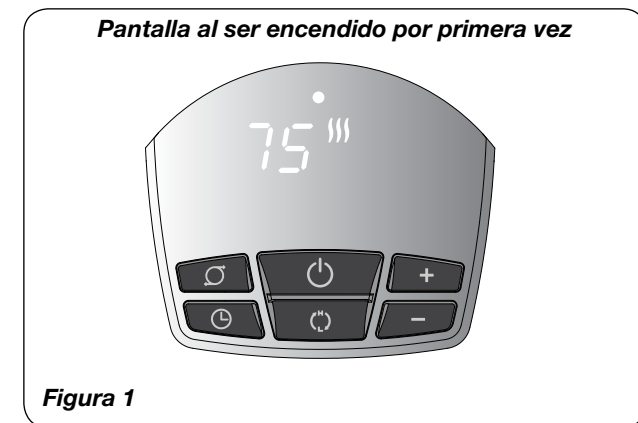

Figura 1
7. Al encender el Calefactor, la unidad estará en calor ALTO (III) (1500 vatios) y mostrará la temperatura actual de la habitación (Figura 1)
8. Oprima el botón (⏻) para calor BAJO (II).